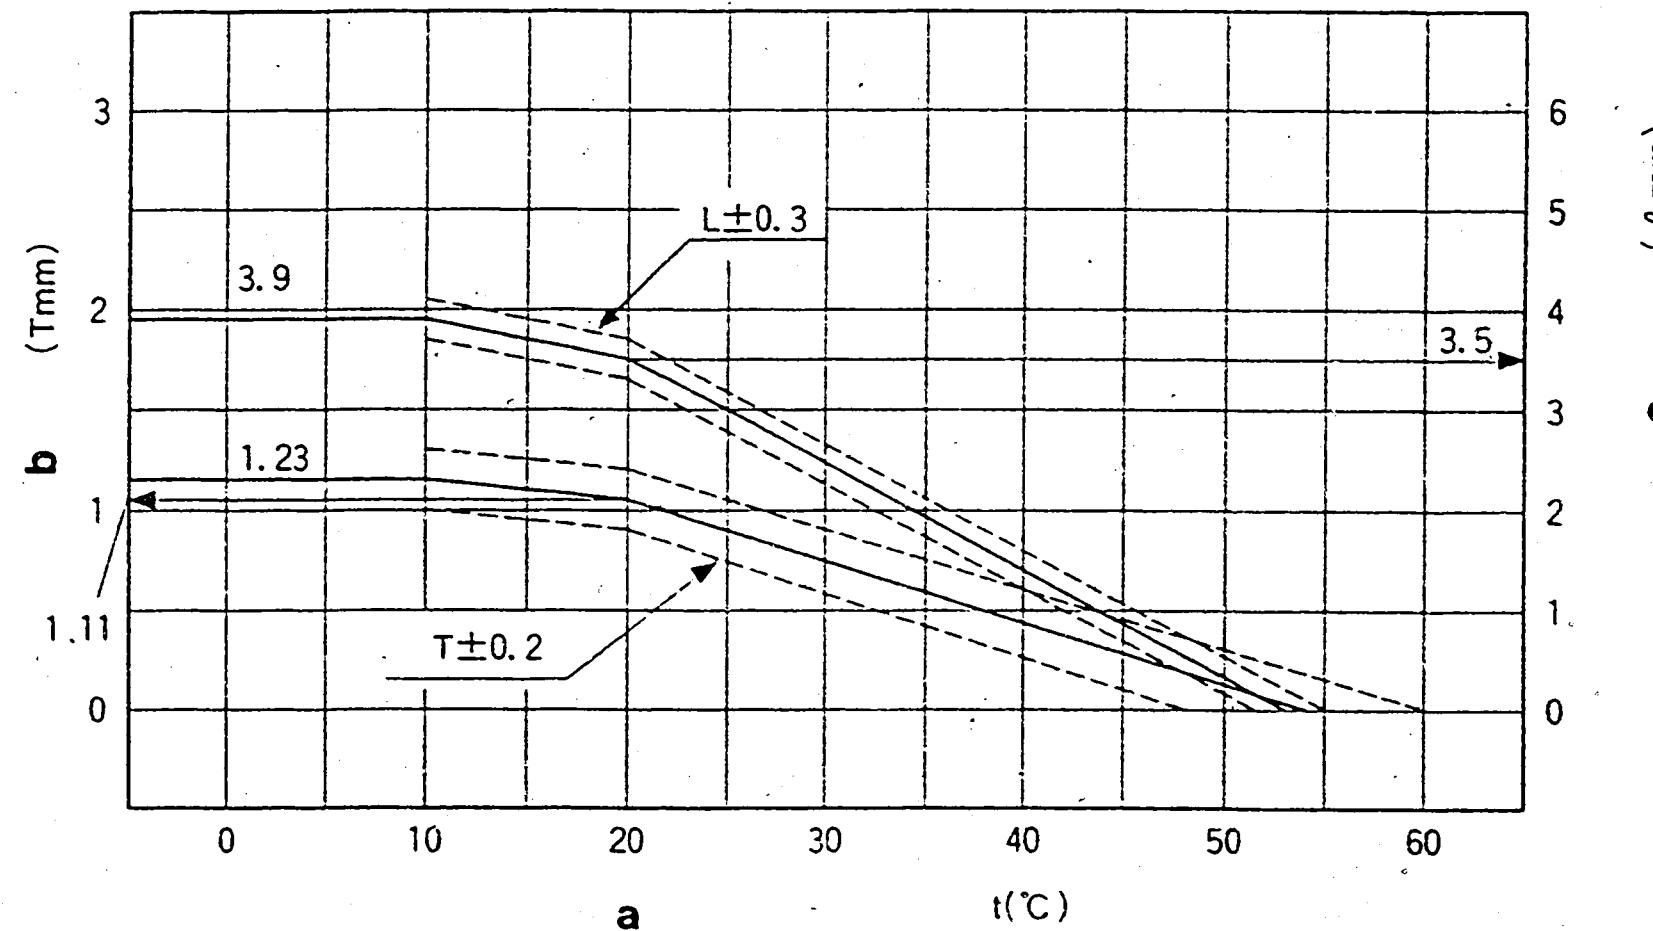

Bild 32
- 1) Verstellerweg aus Bild 32 für die Lufttemperatur bei der Einstellung ermitteln.
- 2) Verstellerweg-Einstellschraube so einstellen, daß der Verstellerweg dem im Diagramm (Bild 32) ermittelten Wert entspricht.
- 1) Dicke  $l \pm 0,05$  mm des erforderlichen Parallelendmaßes (Bild 32) entsprechend der Lufttemperatur bei der Einstellung entnehmen.